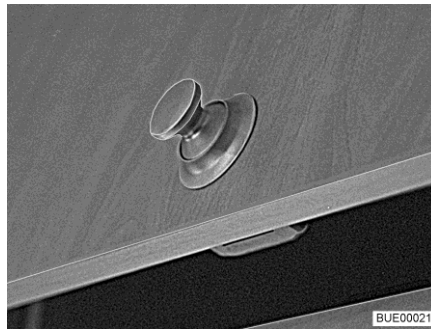
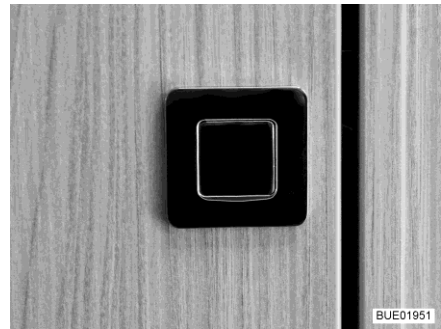

Bild 61 Skåplucka med tryckknapp (rund)
Bild 62 Skåplucka med tryckknapp (fyrkantig)
- Tryck på låsets inre del. Tryckknappen (Bild 61 och Bild 62) skjuts ut.